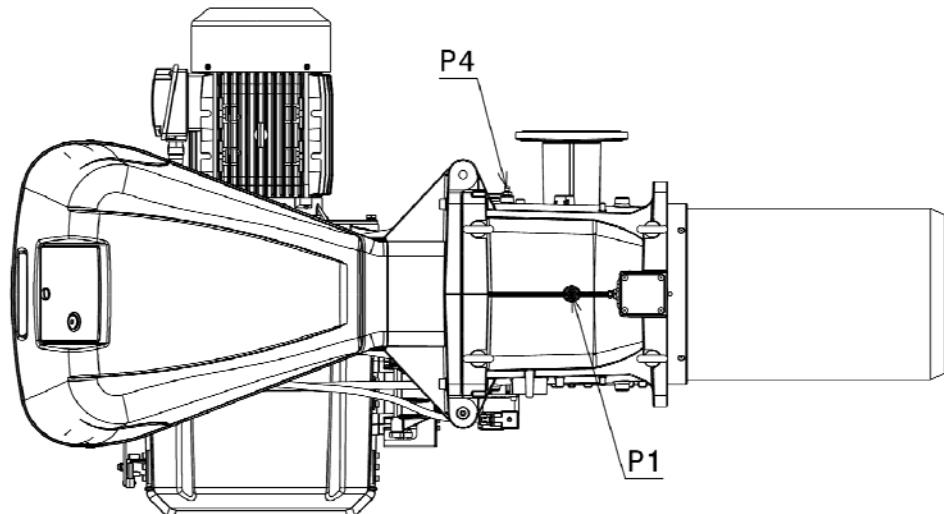

Рис. 25
Давление газа измерено на штуцере (P1) (Рис. 25), при следующих условиях:
- вычтите из давления газа на штуцере (P1) (рисунок 25) давление в камере сгорания
Давление газа на штуцере (P1) (Рис. 25) = 46,7 мбар
- справа, в колонке 1, прочтите давление на штуцере замера давления (P1) (Рис. 25)